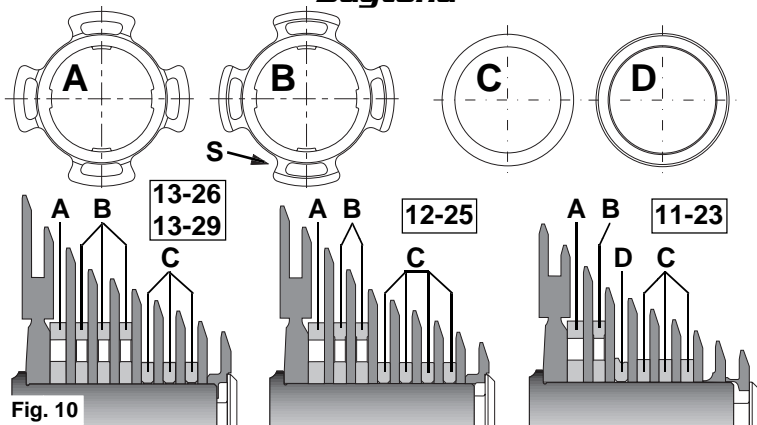

Fig. 10
• Per l'installazione dei pignoni Daytona rispettate l'ordine di montaggio dei distanziali illustrato in figura 10: prestate attenzione a montare il distanziale di tipo A (riconoscibile dal distanziale di tipo B per la mancanza della scanalatura S - Fig. 10) subito dopo i due pignoni più grandi preassemblati.
• When installing Daytona sprockets, respect the order of assembly of the spacers illustrated in figure 10. Take care to fit the type A spacer (which can be distinguished from the B type because there is no groove S - Fig. 10) immediately after the two large pre-assembled sprockets.
• Halten Sie bei der Montage der Daytona-Ritzel die in Abb. 10 dargestellte Montagereihenfolge der Distanzstücke ein: Achten Sie darauf, dass Sie das Distanzstück Typ A (es unterscheidet sich vom Distanzstück Typ B durch das Fehlen der Nute S - s. Abb. 10) unmittelbar nach den beiden größten, bereits vormontierten Ritzeln aufstecken.
• Para la instalación de los piñones Daytona se debe respetar el orden de montaje de los distanciales como se ilustra en la figura 10: prestar atención al montar el distancial de tipo A (se reconoce ya que a diferencia del de tipo B no posee el perfil exterior S - Fig. 10) a continuación los dos piñones más grandes ensamblados.
• Hou bij het monteren van Daytona cassettekranjes de volgorde van de tussenringen aan, zoals is aangegeven in figuur 10. Zorg ervoor dat de tussenring A (welke te onderscheiden is van het B type omdat hij geen groef S heeft - fig. 10) onmiddellijk na de twee grootste voor-geassembleerde kranjes komt.